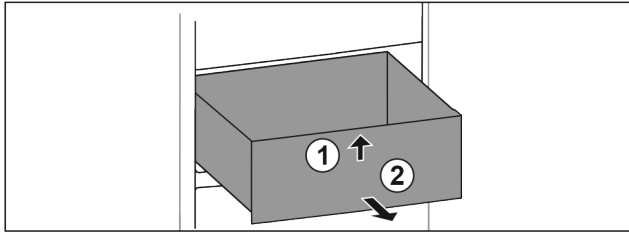

Fig. 62
- ▶ Levante el cajón por delante. Fig. 62 (1)
- ▶ Extraiga el cajón hacia adelante. Fig. 62 (2)